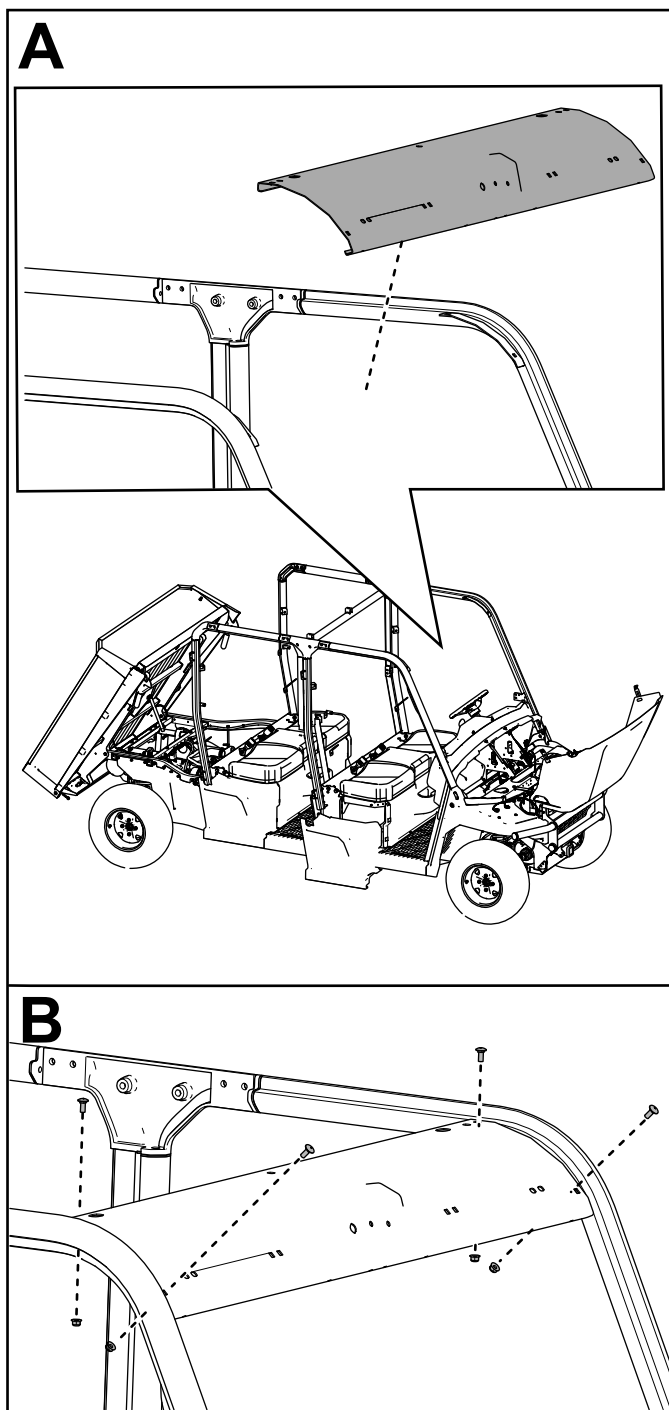

Figure 42
15. Fixez la barre transversale avant aux barres avant de l'arceau de sécurité à l'aide de 4 boulons de carrosserie ($\frac{5}{16}$ " x $\frac{3}{4}$ ") et 4 contre-écrous ($\frac{5}{16}$ "), comme montré à la **Figure 42**.